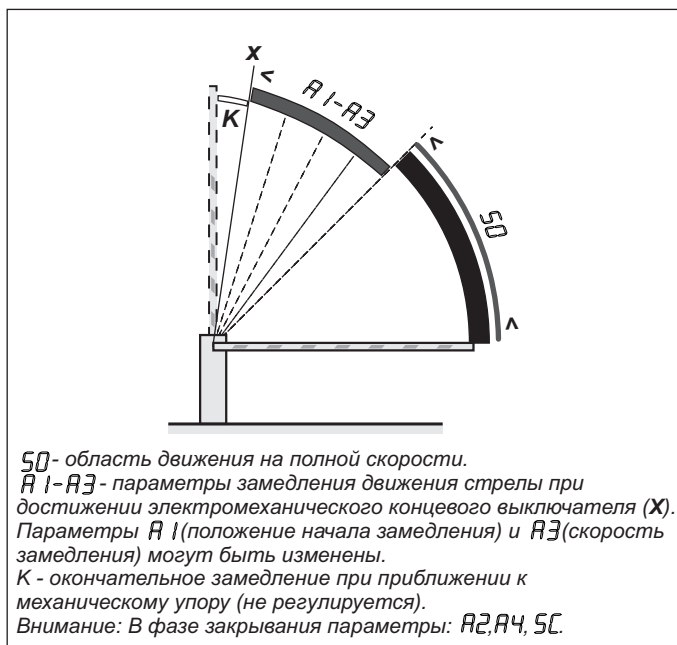

Рис.1 Замедление в фазе открывания
- Регулируемая функция замедления при приближении к крайним положениям стрелы (см. Рис. 1).